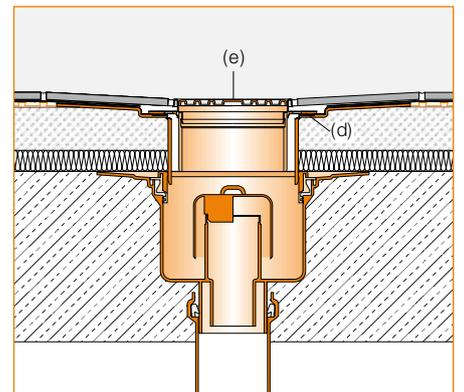

Fig. 8
6. Il est ensuite possible de poser un revêtement céramique ou autre. La hauteur de la grille (e) doit être définie en ajustant la bague de réglage en hauteur (d) et en la calant avec du mortier, de sorte qu'elle arrive au ras de la surface du sol fini (Fig. 8). Le soubassement de la grille (e) présentant un diamètre inférieur à celui de l'insert rapporté (b), il est ainsi possible d'aligner la grille et les joints du revêtement carrelé.